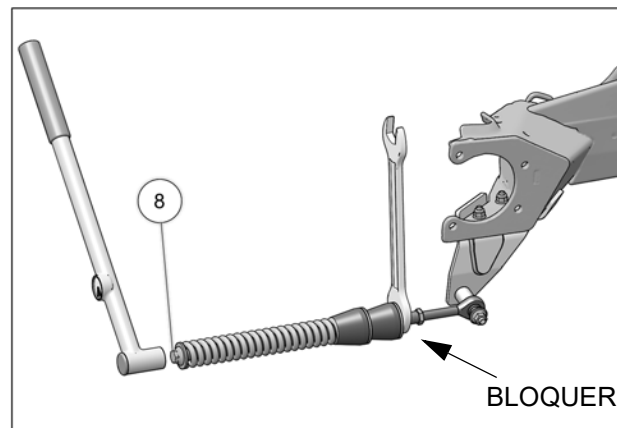

Fig. 10
10. Vérifier que le boulon du ressort (8) est serré au couple recommandé : 75 N•m [55 lb•pi]. Assurez-vous de bloquer en position, l'écrou devant les amortisseurs en caoutchouc. Voir la Fig. 10